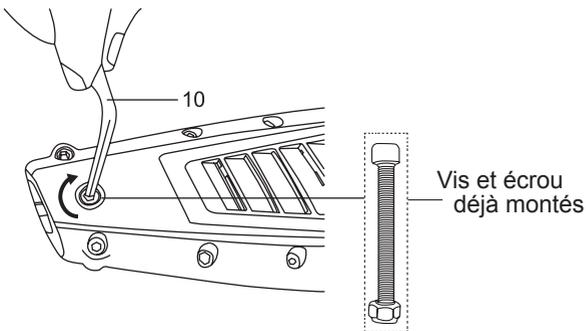

Fig. 1
1. Posez le produit (la partie arrière) et le module moteur sur une surface plane et stable avec le cache latéral (11) vers le haut.
2. Tournez la vis déjà montée dans le sens inverse des aiguilles d'une montre à l'aide de la clé hexagonale (10), enlevez-la avec son écrou et gardez-les sous la main. (Fig. 1)